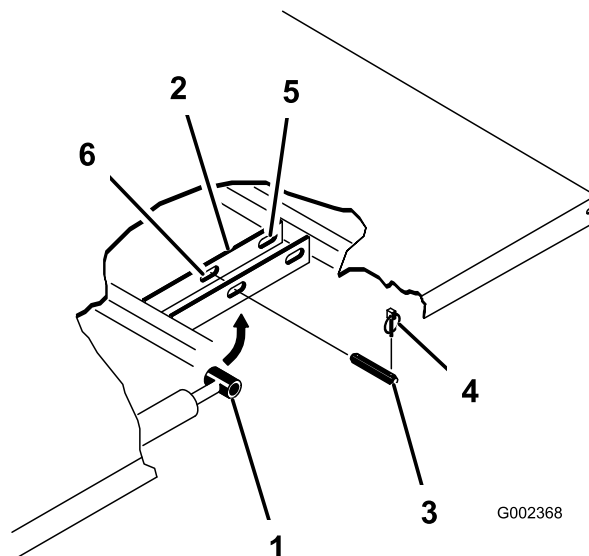

Figure 40
- Retirez les goupilles à anneau aux extrémités extérieures des axes de chape (Figure 40).
- Retirez les axes de chape qui fixent les extrémités des tiges de vérins aux plaques de montage du plateau en les poussant vers l'intérieur (Figure 40).
- Enlevez les goupilles à anneau et les axes de chape qui fixent les supports de pivot aux profilés du cadre (Figure 40).